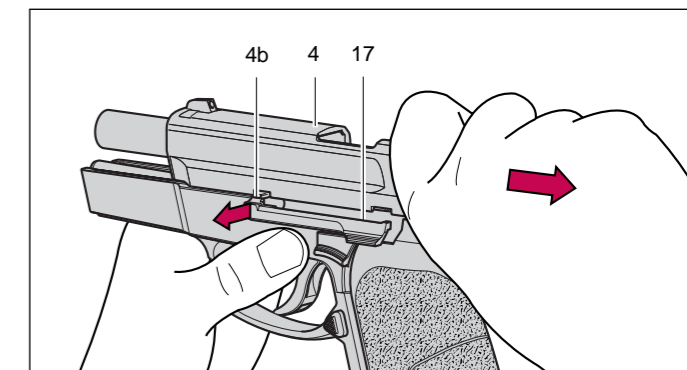

Abb. 9
4. Mit der rechten Hand Griff- und Verschlussstück umfassen, Verschluss 4 leicht zurückziehen, damit der Verschlussfanghebel 17 ausrasten kann. Anschliessend Verschluss 4 ca. 3 mm nach vorne gleiten lassen, bis die Aussparung 4b am Verschluss 4 mit der Nase am Verschlussfanghebel 17 übereinstimmt. Verschlussfanghebel 17 von rechts eindrücken und von links herausziehen (Abb. 9).